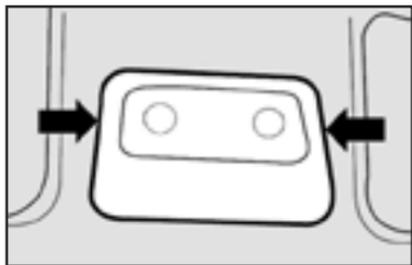

fig. 67
- utilizando un destornillador en los puntos **fig. 67** quite la consola de techo completa que está fijada a presión;